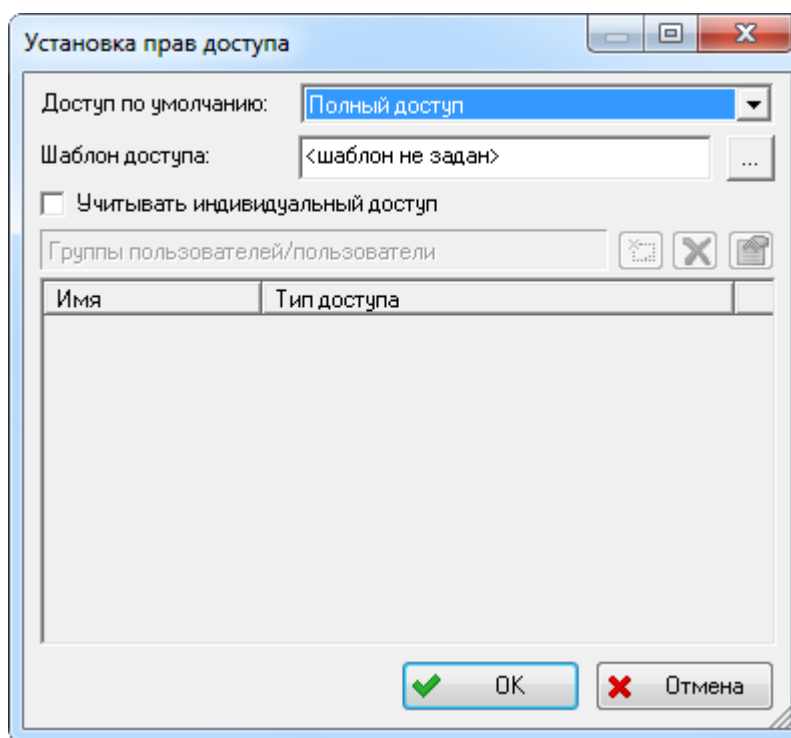

Рис. 6-7 – Диалоговое окно «Установка прав доступа»
3) В результате откроется диалоговое окно «Установка прав доступа» (рис. 6-7). Это окно позволяет задать индивидуальный доступ отдельных пользователей на выбранный объект, а также доступ по умолчанию, который предназначен для тех пользователей, для которых не указан индивидуальный доступ.